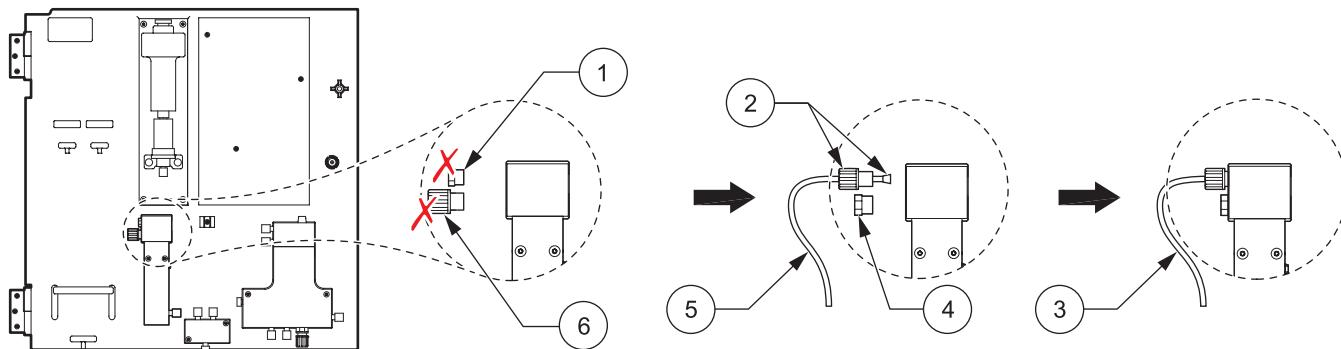

图 20 将第一个仪器修改为 2 参数选项
请参考图 20 并按照说明连接 2 参数配置。
1. 从溢流容器的顶孔上拆下小的绝缘塞 (项目 1, 图 20)。从溢流容器的底孔上拆下大的连接装置 (项目 6)。丢弃塞子和连接装置。